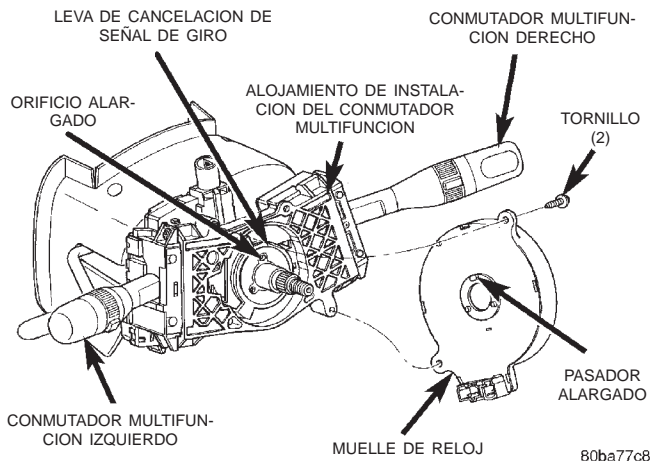

Fig. 12 Desmontaje e instalación del muelle de reloj
(11) Retire los dos tornillos que fijan la caja del muelle de reloj al alojamiento de instalación del conmutador multifunción (Fig. 12).
(12) Retire el muelle de reloj del alojamiento de instalación del conmutador multifunción.
(13) Retire la leva de cancelación de la señal de giro y la arandela de plástico del alojamiento de instalación del conmutador multifunción.